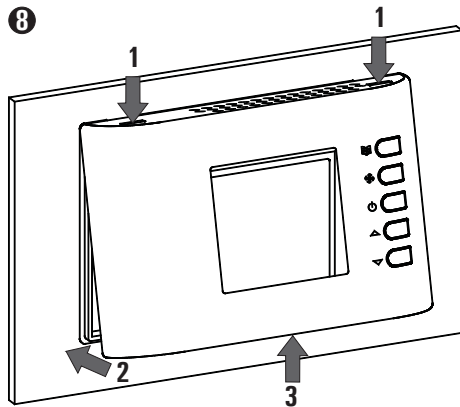

Fig. 9
- Ruotare la calotta e spingere verso l'interno, con un dito, la linguetta plastica posta sulla parte inferiore della base (indicata dalla freccia in Fig. 9) ed esercitare una pressione che faccia scattare la linguetta plastica di fissaggio all'interno dell'apposito foro.